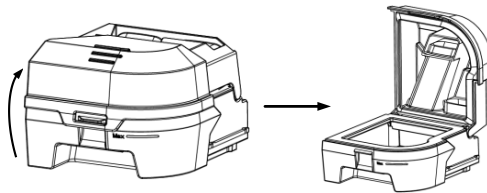

Fig. 13-6
(2) **Vaciar la cámara de agua:** Abra la tapa que se muestra en la Fig. 13-6, tal y como se muestra abajo, y tire el agua restante fuera de la cámara.